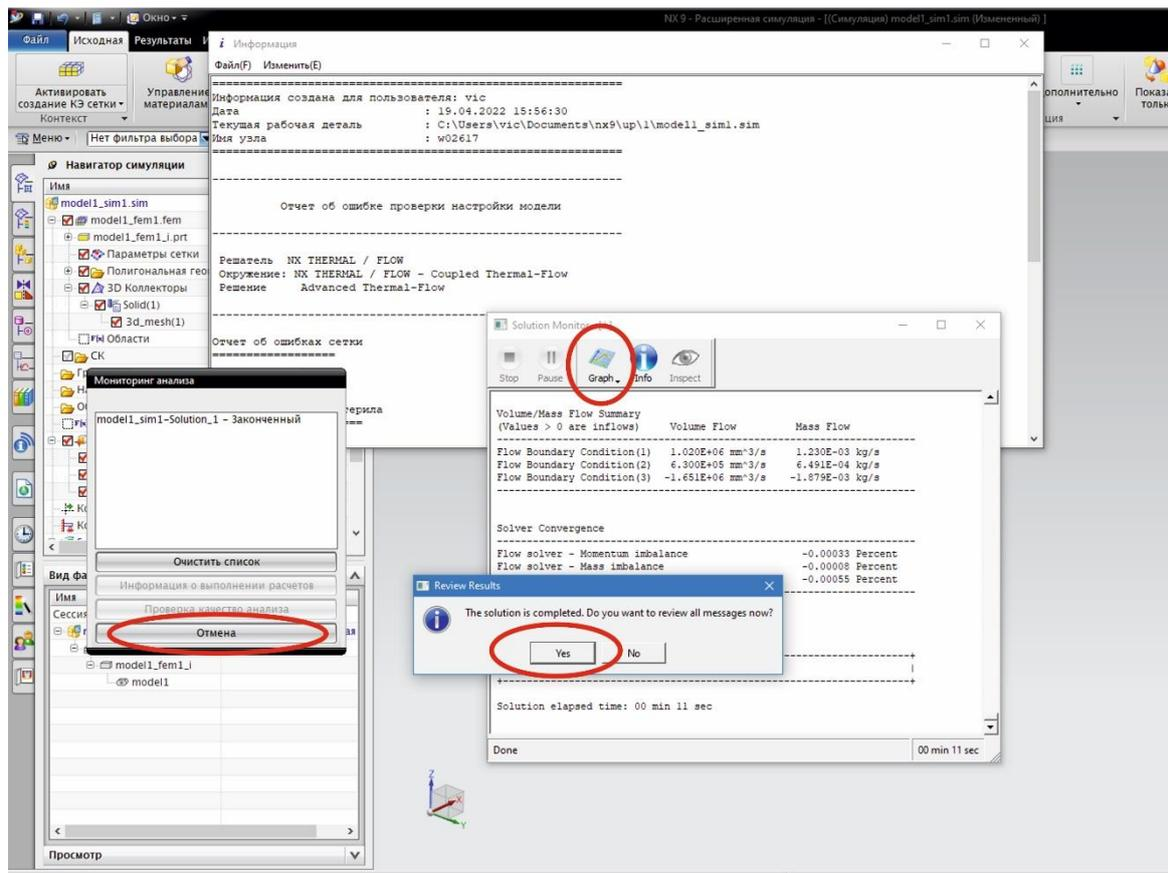

Рис. 1.13. Успешное завершение расчета
Во время процесса откроется несколько окон (рис. 1.13): «**Информация**» с отчетом об ошибках в постановке задачи; «**Solution Monitor** (монитор решения)», где можно при длительном процессе расчета отслеживать сходимость процесса с помощью графиков нажав кнопку «**Graph**».
13. По окончании расчета появится окно «**Review Results**» где нужно нажать кнопку «**Yes**». После чего закройте все окна, в окне «**Мониторинг анализа**» нажмите «**Отмена**» (рис. 1.13).